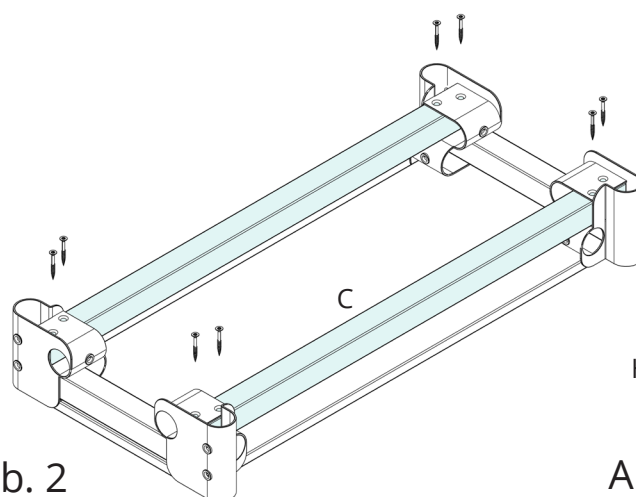

Abb. 2
- Gemäss Abb.2 die längsliegenden Vierkanthölzer verschrauben.